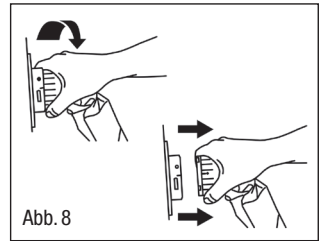

Abb. 8
5.4 Einrichtung zum Patiententransport (Abb. 8)